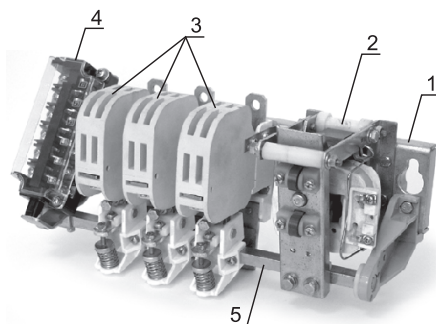

Рисунок 4. Общий вид контактора КТ6613Н
6.1. Устройство и работа контакторов поясняется на примере контактора КТ6613Н (рисунок 4). Контакторы КТ6600Н и КТП6600Н клапанного типа. Конструктивно контакторы КТ и КТП соответствующих величин отличаются
друг от друга катушками управления. На жесткой стальной рейке 1 (см. рисунок 4) смонтированы: неподвижная часть магнитной системы (сердечник с втягивающей катушкой 2), неподвижные контакты с дугогасительными камерами 3, установ-